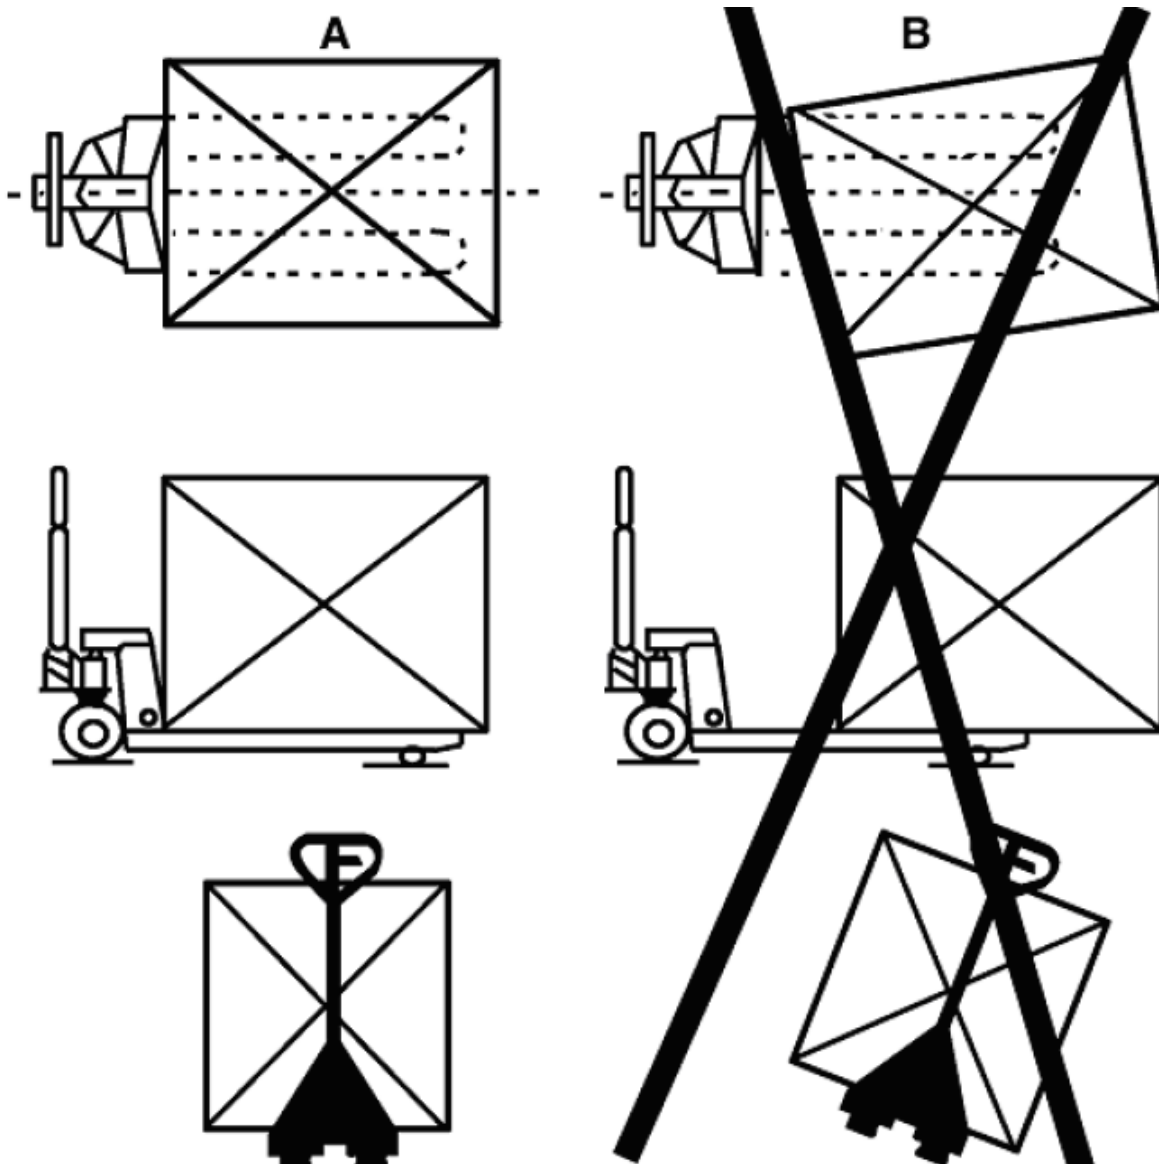

Fig. 5
- 5.9 Ne pas charger de marchandises comme représenté sur la figure 5/B.